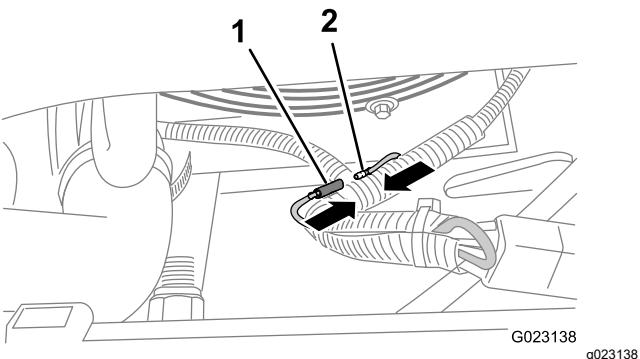

Figura 6
- Togliete il conduttore isolato tipo proiettile dal cavo grigio del modulo di accensione motore e montate il conduttore isolato sul connettore all'estremità del cablaggio di avviamento a chiave posteriore che passa davanti (Figura 6).